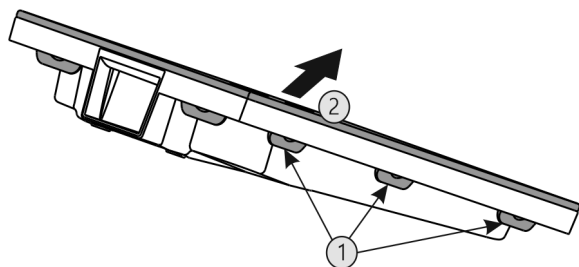

Fig. 40
- ▶ Appuyer sur toutes languettes Fig. 40 (1) l'une après l'autre et enlever le couvercle Fig. 40 (2).